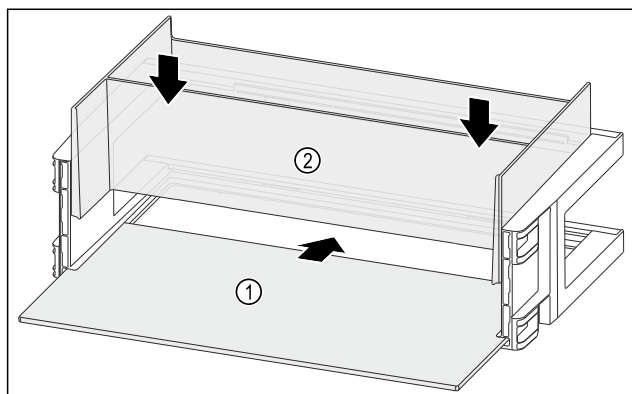

Fig. 98
- Policu za odlaganje Fig. 98 (1) gurnite u bočne otvore.
- Umetnite organizator Fig. 98 (2).